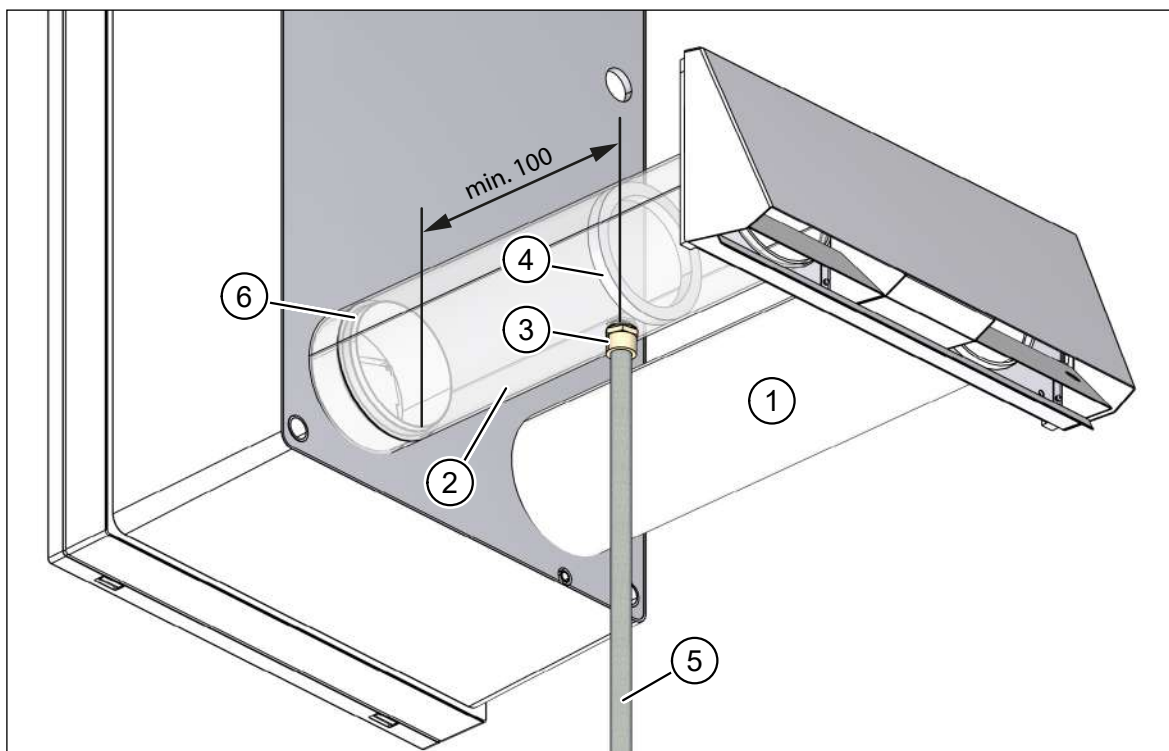

Abb. 32: Kondensatabführung am Fortluftrohr, Maß in Millimeter
- Außenluftrohr, DN 100, 0,5 m (Pos. 1 in Abb. 32)
- Fortluftrohr DN 100, 0,5 m (Pos. 2 in Abb. 32), mit 1/2"-Außengewindeanschluss (Pos. 3 in Abb. 32) und Barriere (Pos. 4 in Abb. 32) zum Rückhalten des Kondensats
- Schützen Sie das Kondensatableitungsrohr (Pos. 5 in Abb. 32) in kalten Regionen vor Frost, z. B. durch Verlegung hinter der Fassadendämmung.
- Beachten Sie den Mindestabstand von 100 mm zwischen Kondensatableitungsrohr (Pos. 5 in Abb. 32) und Fortluftstutzen (Pos. 6 in Abb. 32).